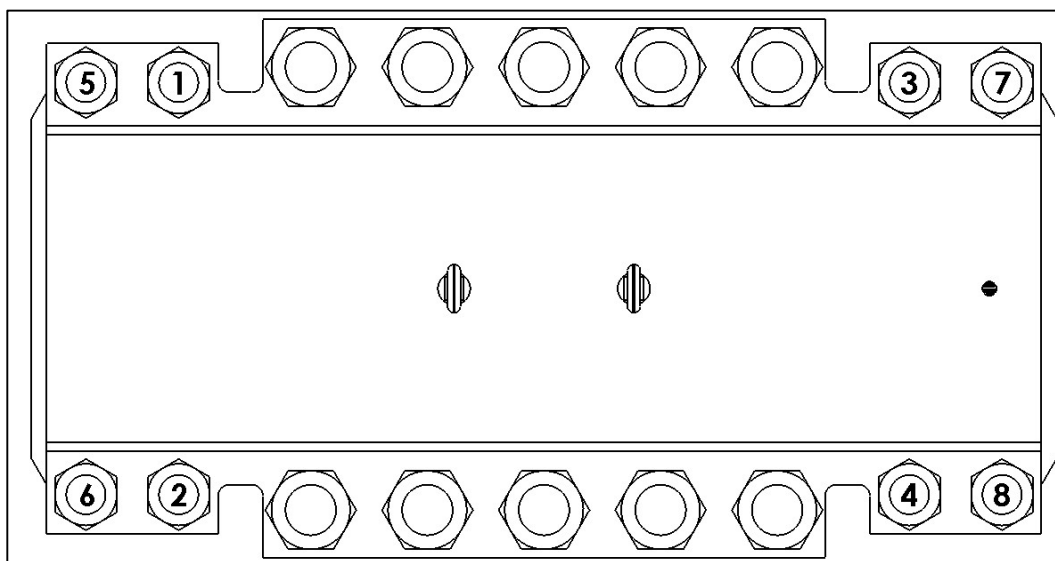

Figura 8
8. Apriete los espárragos de la sección de sujeción de manera uniforme, según el valor indicado para el tamaño de espárrago en la columna **Valores del par de apriete para la sección de sujeción** en la "Tabla de pares de apriete de PLIDCO para la camisa de sujeción" que se encuentra en la última página. Tenga en cuenta que las barras laterales en la sección de sellado están separadas aproximadamente 1/8 de pulgada (3.2 mm) o menos cuando la camisa de sujeción "PLIDCO Clamp+Sleeve" está completamente apretada. La separación entre las barras laterales en la sección de sujeción es típicamente mayor que el de la sección de sellado y depende del tamaño del tubo. La secuencia de apriete de los espárragos debe seguir el patrón de la Figura 8 y debe realizarse repetidamente de la siguiente manera: